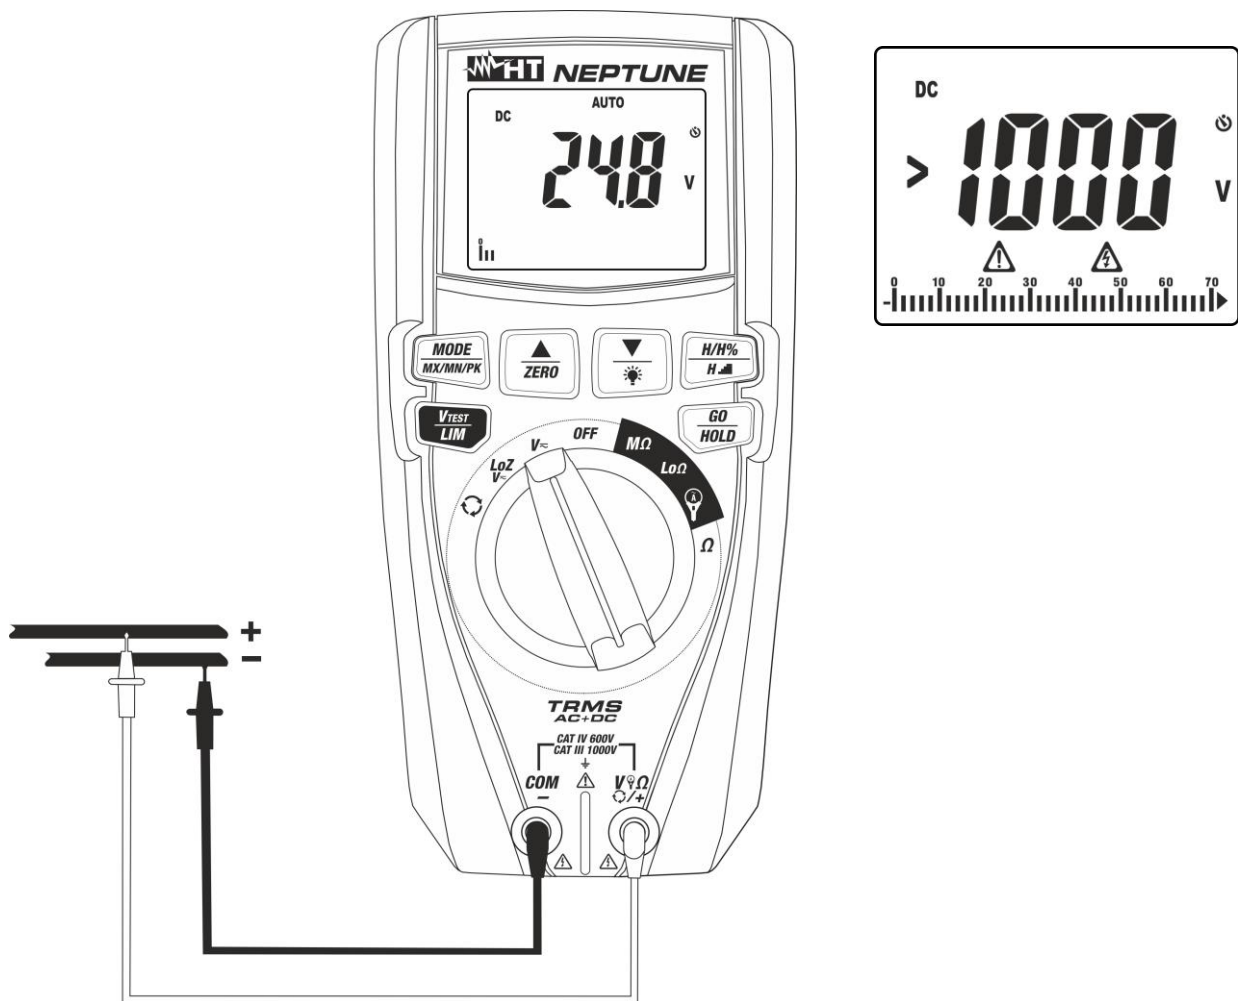
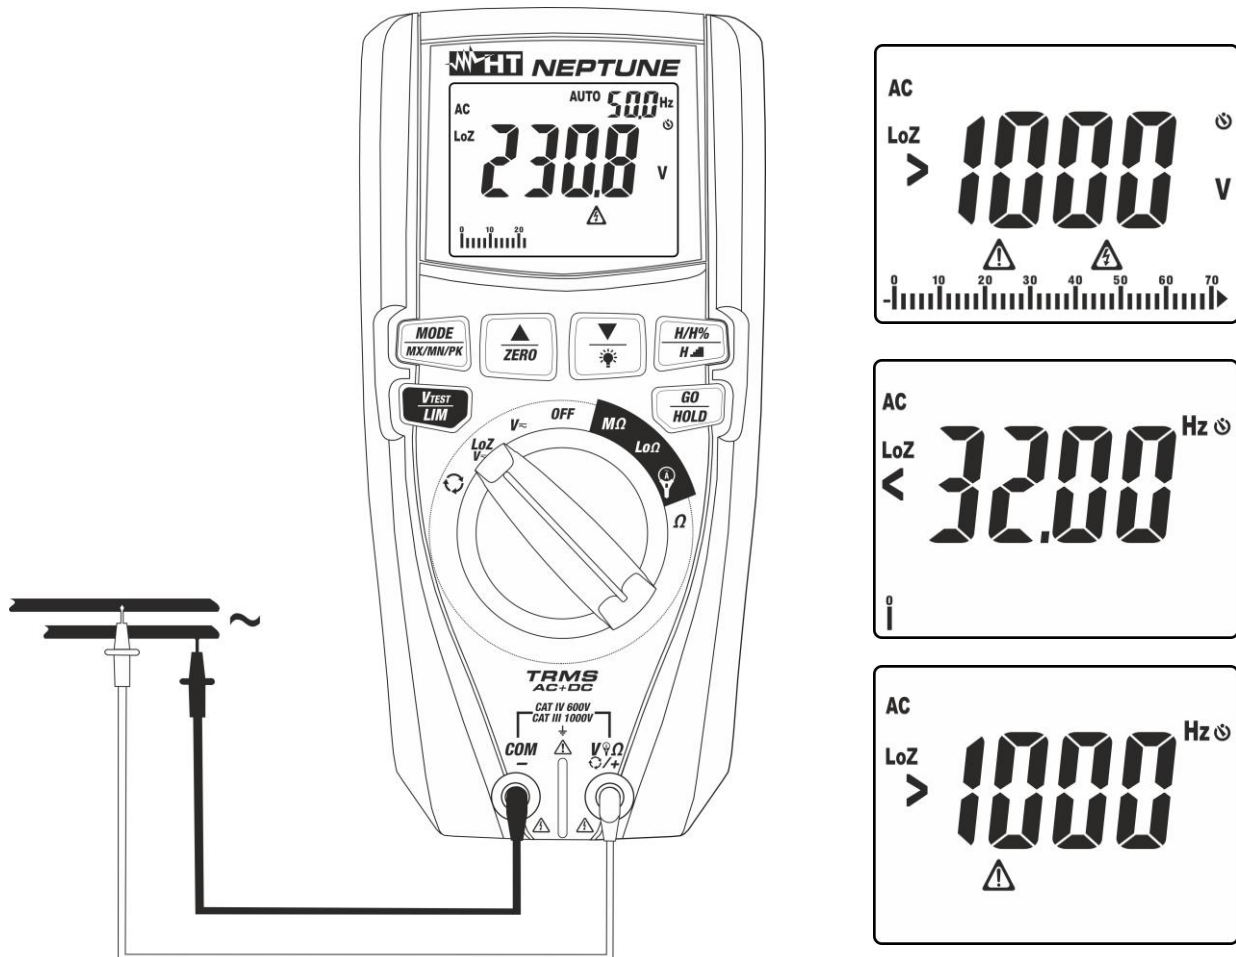

Fig. 6: Uso dello strumento per misura di Tensione DC
Fig. 8: Uso dello strumento per misura di Tensione AC/DC con funzione LoZ
3. Posizionare il puntale rosso ed il puntale nero rispettivamente nei punti a potenziale positivo e negativo del circuito in esame (vedere Fig. 6). Il valore della tensione è mostrato a display
4. Se sul display è visualizzato il messaggio ">1000V" (vedere Fig. 6) si è raggiunto il fondo scala dello strumento
5. La visualizzazione del simbolo "-" sul display dello strumento indica che la tensione ha verso opposto rispetto alla connessione di Fig. 6.
4. Posizionare il puntale rosso ed il puntale nero rispettivamente nei punti del circuito in esame (vedere Fig. 8) per misura di tensione AC oppure nei punti a potenziale positivo e negativo del circuito in esame (vedere Fig. 6) per misura di tensione DC. Il valore della tensione è mostrato a display. Nella parte alta destra del display è mostrato il valore della frequenza della tensione. Premere il tasto **MODE/MXMNPK** per visualizzare il valore della frequenza con maggior risoluzione
5. Se sul display sono visualizzati i messaggi "<32Hz" o ">1000Hz" (vedere Fig. 8) il valore della frequenza è esterno all'intervallo di misura **32Hz ÷ 1000Hz**
6. La visualizzazione del simbolo "-" sul display dello strumento indica che la tensione ha verso opposto rispetto alla connessione di Fig. 6